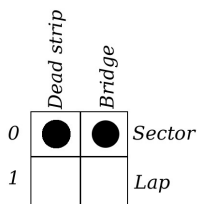

Figura 12: ponte DS sensore di settore, banda morta sensore di settore
Affinché sia il ponte DS che la banda morta vengano interpretati dalla *Track Interface* come sensori di settore, è necessario settare il doppio *swich* (5) come mostrato nella figura 12.